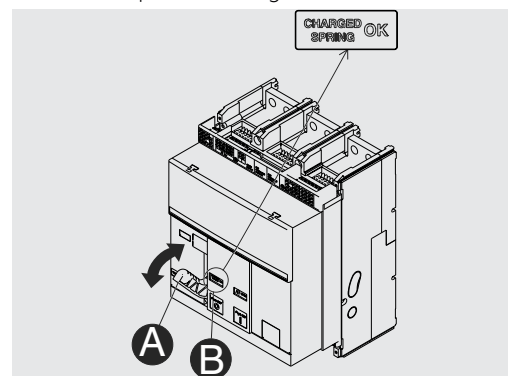

Figure 43
2. Bandage des ressorts - Tirer le levier [A] vers le bas plusieurs fois tant l'indicateur de ressorts bandés [B] devient "jaune - CHARGED SPRING" comme indiqué dans la Figure 43.